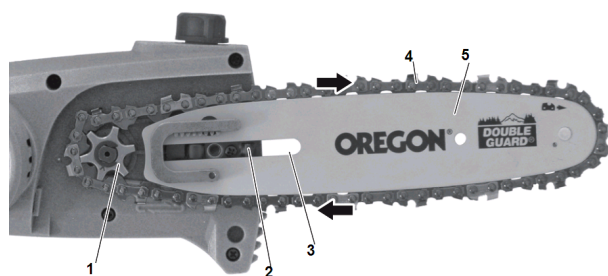

Рис.3
2. Установите шину (5) направляющим пазом (3) на шпильку (2) Рис.3. Установите пильную цепь(4) так, как показано на Рис.3